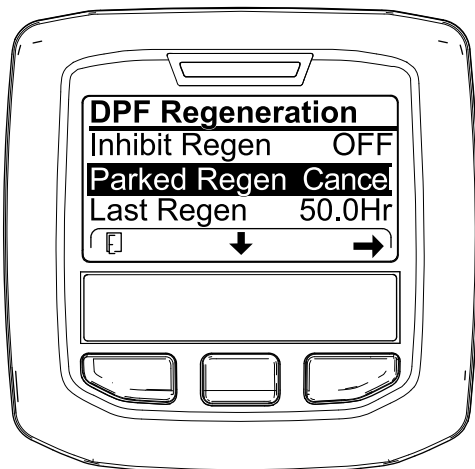
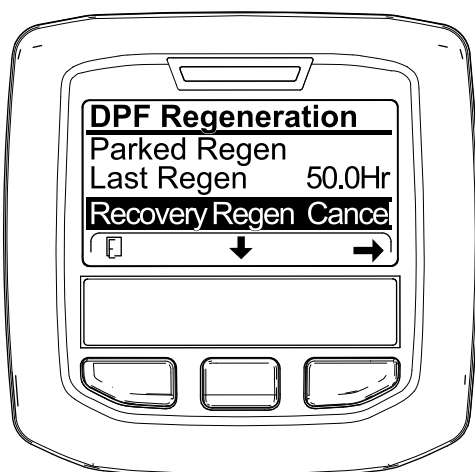

Рисунок 82
Рисунок 83
1. Перейдите к меню регенерации DPF (Рисунок 82).
2. Нажмите среднюю кнопку, чтобы перейти вниз к опции PARKED REGEN CANCEL (ОТМЕНА СТАЦИОНАРНОЙ РЕГЕНЕРАЦИИ) (Рисунок 82) или к опции RECOVERY REGEN CANCEL (ОТМЕНА ВОССТАНОВИТЕЛЬНОЙ РЕГЕНЕРАЦИИ) (Рисунок 83).
3. Нажмите правую кнопку для выбора опции Regen Cancel (Отмена регенерации) (Рисунок 82 или Рисунок 83).